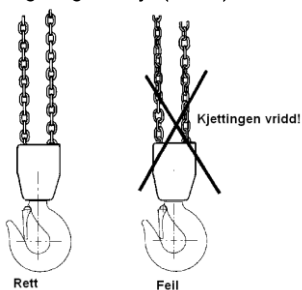

Fig. 5
- Kjettingen må ikke ha knekk eller være vridd. For toparts jekketalje (6 tonn) er det fare for at kjettingen blir vridd ved at underblokken vrir gjennom kjettingslyngen. Dette skjer vanligvis ved ommontering eller flytting av kjettingtaljen mellom ulike arbeidssteder. Se fig. 5.
Kontroll av kroker (se fig. 5 og tabell 2)